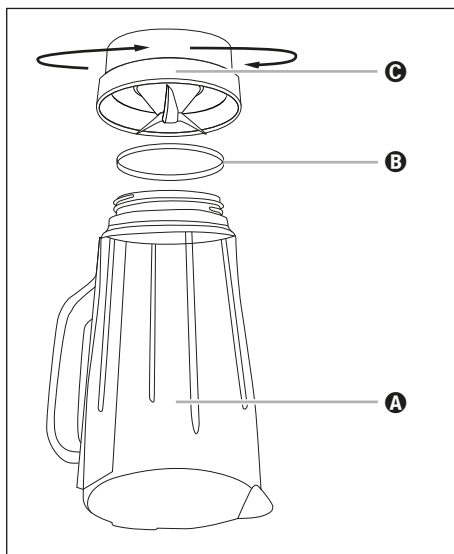

Fig. 4
- 2) Stil produktet på hovedet, og drej blenderkandens ③ plastdel ③ mod urets retning, så den kan løsnes fra blenderkandens ③ glasdel ① (se fig. 4).
- 4) Ved behov kan du forsigtigt tage tætningsringen ② ud af plastdelen ③. Rengør den i mildt sæbevand og skyl den til sidst af med rent vand.
- 6) Sæt tætningsringen ② rigtigt ind i plastdelen ③ igen. Sæt blenderkandens ③ plastdel ③ på blenderkandens ③ glasdel ① igen, og skru plastdelen ③ fast i urets retning.